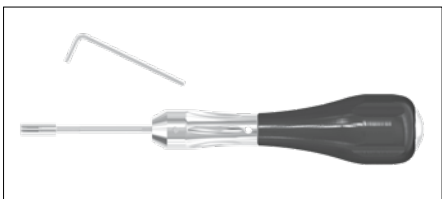

Fig. 2
Use the 1.3 screwdriver key (1.3 Allen key) to loosen the screwdriver Allen set screw and remove the screwdriver tip (Fig. 2).
Desserer la tige filetée avec six pans creux (screwdriver Allen set screw), en utilisant la clé à six pans creux 1,3 (screwdriver key 1.3), puis déposer la tige de tournevis (screwdriver tip), (Fig. 2).